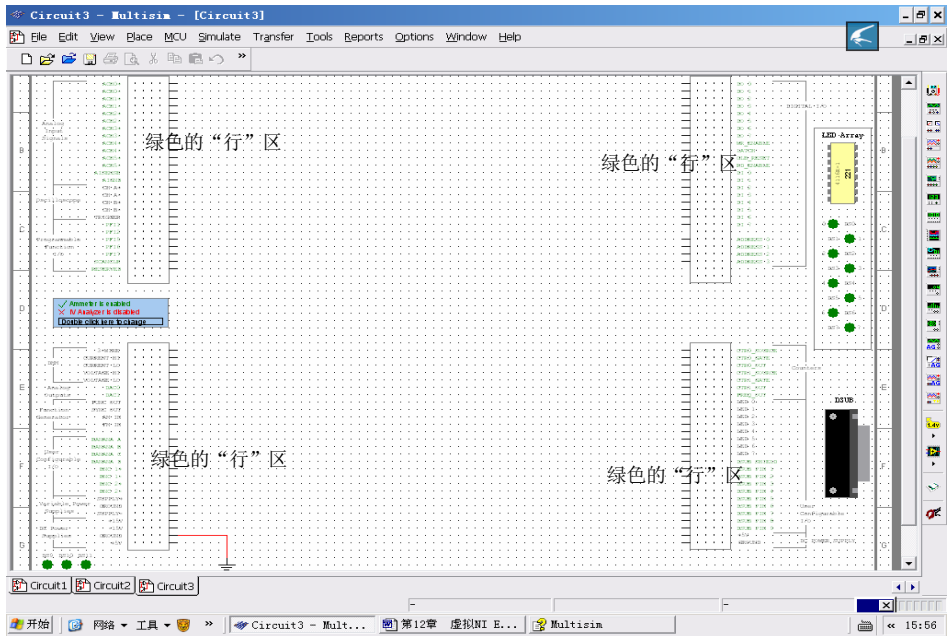

图 11-3 Virtual NI ELVIS I Schematic 操作界面
1) 选择“File”→“New”→“NI ELVIS I Schematic”命令，打开如图 11-3 所示的 Virtual ELVIS I Schematic 电路原理操作界面。
2) 在 Virtual ELVIS I Schematic 操作界面主工作区左边和右边的“行”区，对应于实物 NI ELVIS I 版本中的“行”区，并且每一“行”都以相同的方式命名，但在 Virtual ELVIS I Schematic 命名大部分以绿色字样显示，本书中称其为绿色的“行”，如图 11-3 所示。